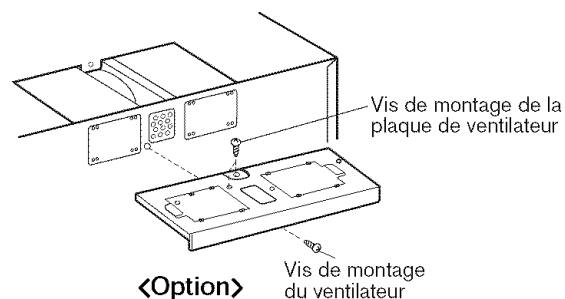

Figure 21
5. Remonter la plaque du ventilateur sur le boîtier. La fixer avec une vis de montage du ventilateur puis une vis de montage de la plaque de ventilateur. Voir la Figure 21.